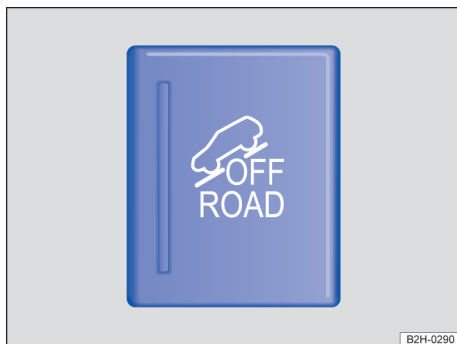

Fig. 104 No console central: botão para ligar e desligar a função off-road manualmente.
- O sistema de assistência em descidas é ligado manualmente, pressionando o botão  → Fig. 104 no console central.
- **OU:** quando o botão  → Fig. 104 for pressionado.